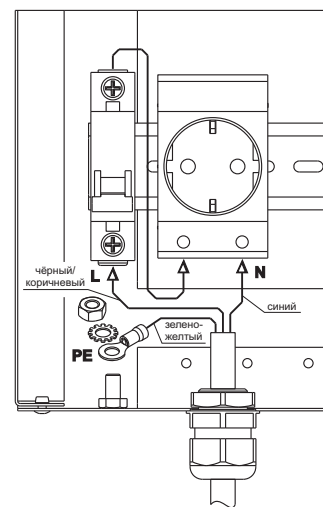

Рис.2 - Подключение кабеля питающей сети.
4. Защитный провод соединяется с кабельным наконечником методом опрессовки опрессовочными клещами. Подключите защитный проводник к клемме защитного зануления, а фазный (L) и нулевой (N) согласно Рис.2.